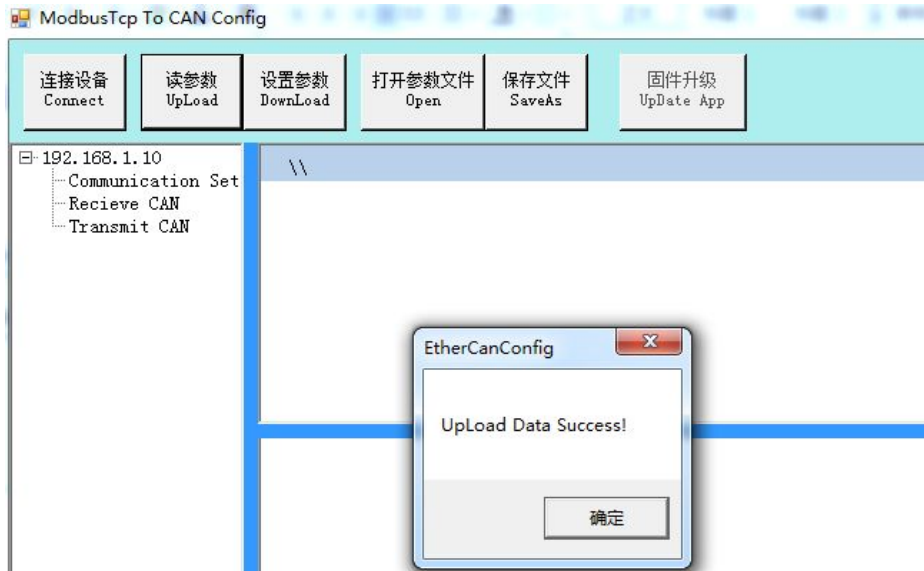

图 4.3 配置软件读参数成功
3.连接后软件界面左面的栏中会显示连接设备的设置列表，这时可以点击“读参数 Upload”将设备中的参数上载到电脑。上载成功后会有如下图 4.3 信息显示。